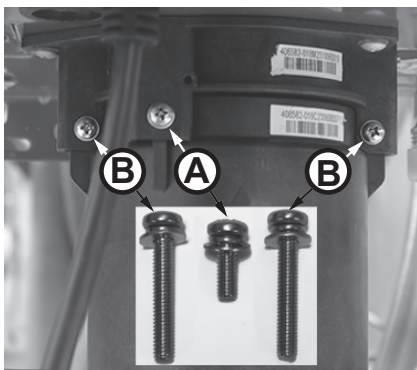

Figura 22 - Identifique los tornillos del cartucho
- 5 Ubique los tres (3) tornillos que fijan el cartucho X3®/de derivación como se muestra en la Figura 22. Retire el tornillo M4-12 mm (A) y los dos tornillos M4-25 mm (B) del cartucho. Deje los tornillos a un lado en un lugar seguro para volver a instalarlos.